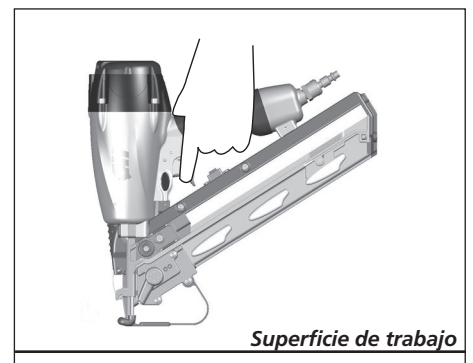

Figura 17
6. Quite la clavadora de la superficie de trabajo. El WCE debe volver a su posición original hacia abajo. Tire del gatillo (ver Figura 17). La clavadora **NO DEBE FUNCIONAR**. No use la herramienta si funciona mientras no está apoyada sobre la superficie de trabajo. Pueden ocurrir lesiones personales.